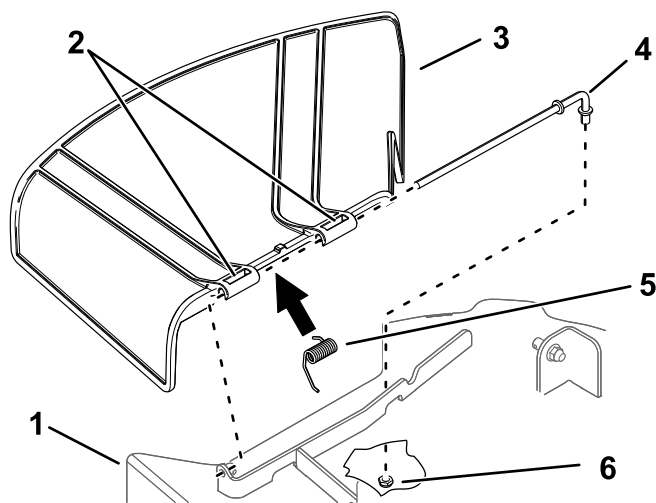

Рисунок 75
1. Отверните гайку ($\frac{3}{8}$ дюйма) со стержня из-под нижней части газонокосилки (Рисунок 75).
2. Выдвиньте стержень из короткой проушины, пружины и отражателя травы (Рисунок 75).
4. Замените отражатель травы (Рисунок 75).
7. Проденьте стержень через второй кронштейн отражателя травы (Рисунок 75).
9. Прикрепите задний конец стержня к газонокосилке с помощью гайки ($\frac{3}{8}$ дюйма), как показано на Рисунок 75.